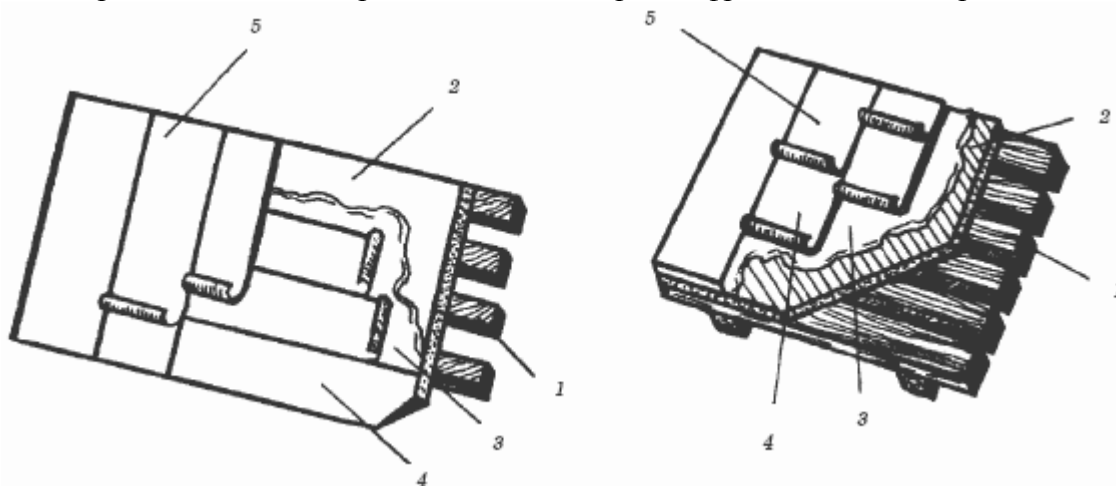

Рис. 104. Устройство рулонной кровли:
- верхний слой кровельного материала покрывают 5-миллиметровым слоем битумной мастики, в который вдавливают горячий окатанный гравий фракцией 3–5 мм (рис. 104).